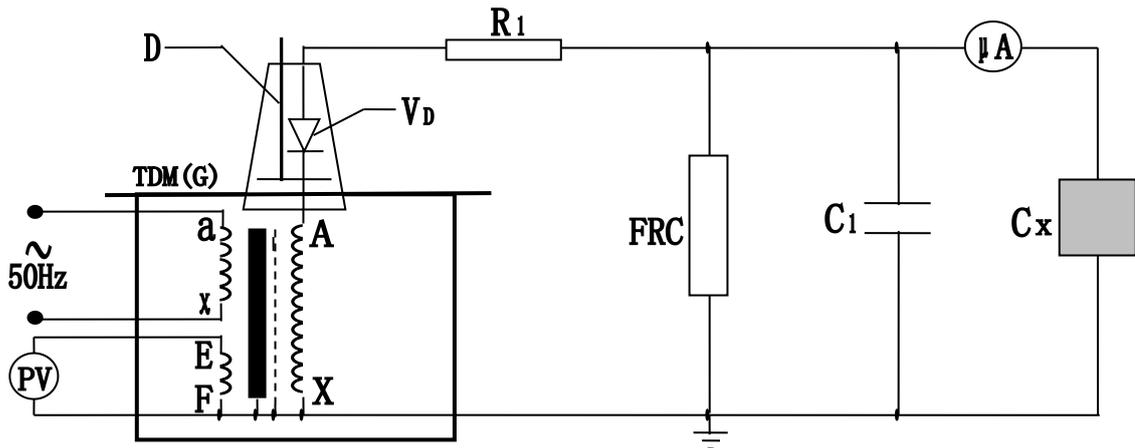

图 7: 高压直流泄露试验接线图
- 2、试验变压器在做被试品的直流耐压或泄露试验时接线原理图如图 7。
- 注:此试验应先抽出短路杆“D”,图 7 中所示。